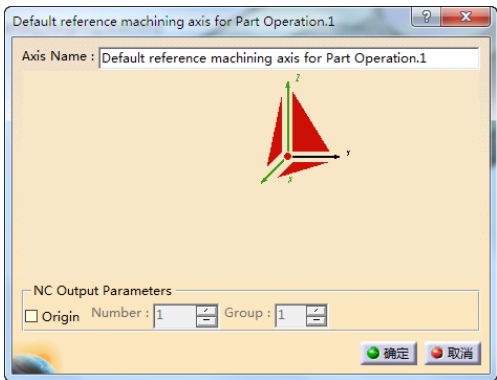

图 7-69 “Default reference machining axis for Part Operation.1” 对话框（2）
- 单击“Part Operation”对话框中的 Default reference machining axis system 按钮，弹出“Default reference machining axis for Part Operation.1”对话框（2），如图 7-69 所示。